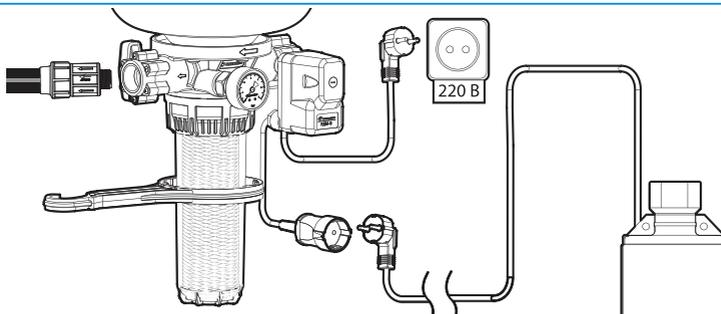

рисунок 2
7. Произведите подключение насоса к реле с помощью силового кабеля с розеткой в соответствии с приведенной далее схемой (см. рисунок 2).